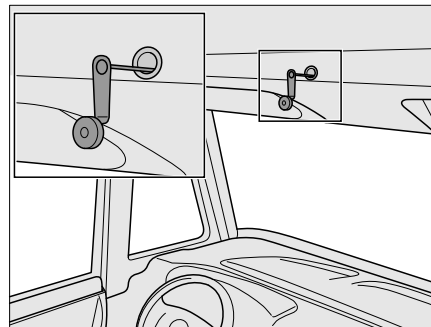

Bild 166 Notbedienung für elektrisches Hubbett
- ▷ Bei Stromausfall kann das elektrische Hubbett auch mit einer Notkurbel (Bild 166) bedient werden. Diese befindet sich in der Küchenzeile.